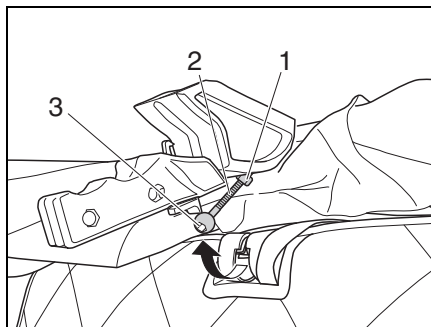

Figure 45 Dispositif de verrouillage Toit relevable
- Faire pivoter le boulon (Figure 45, 2) hors du logement de verrouillage.
- Desserrer la vis à six pans (Figure 45, 1).
- Serrer le boulon à l'aide d'une clé à six pans creux sur le logement à six pans creux (Figure 45, 3).
- Serrer la vis à six pans creux (Figure 45, 1) et faire pivoter le boulon (Figure 45, 2) dans le logement de verrouillage.